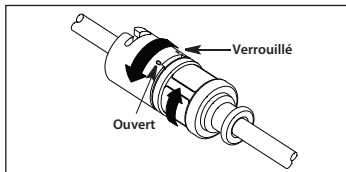

Figure 9
- Si une gaine anticontamination du cathéter est utilisée avec un adaptateur TwistLock, visser la moitié supérieure de l'embase distale dans le sens des aiguilles d'une montre pour fixer le cathéter en place. Replacer l'extrémité proximale de la gaine du cathéter dans la position souhaitée. Visser les moitiés supérieure et inférieure dans des directions opposées pour la fixer en place. Tester l'adaptateur en tirant doucement sur le cathéter pour obtenir une préhension sûre du cathéter (voir Figure 9).